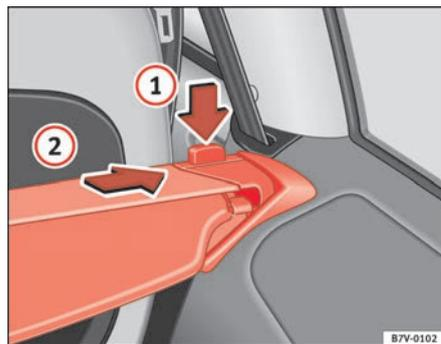

Fig. 114 Tapamaaletero: soporte del lado derecho
- Presione la tecla de desbloqueo (con el tapamaaletero enrollado) ⇒ fig. 114 ① en la dirección de la flecha y extraiga el tapamaaletero del soporte derecho hacia arriba.
- Saque el tapamaaletero del soporte izquierdo en dirección de la flecha ② y extráigalo del vehículo.